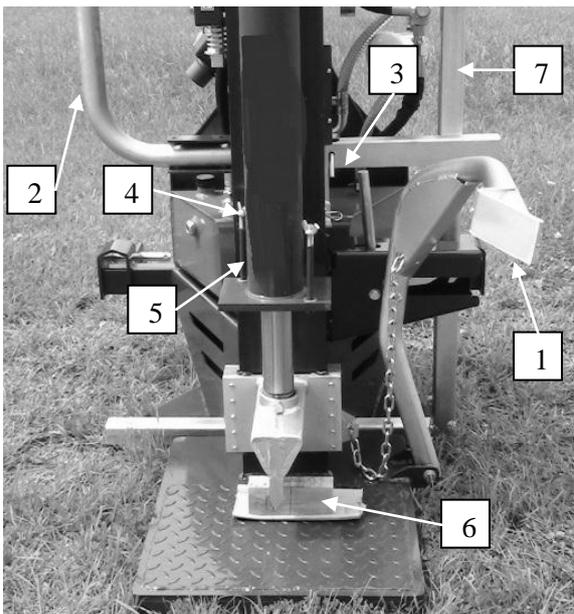
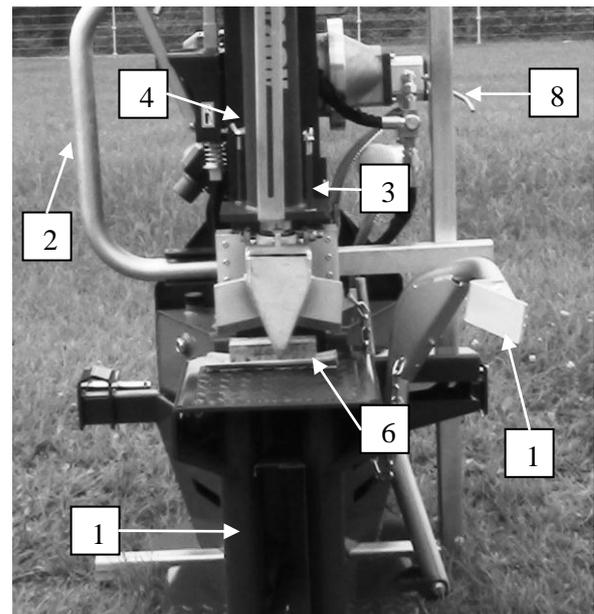

Bild 27
Bild 27a
- Den Hebebogen (1) aus der Arbeitsstellung in die Richtung der Führungssäule stellen so, dass er automatisch einrastet (Bild 27 und Bild 27a).
- Den Stift (3) des Spaltholzträgers (2) herausziehen, dann noch den Träger herausziehen und nach unten bzw. oben drehen. Wenn der Holzspalter eine Stütze hat (Elektromotor), den Träger in die Führung auf der Führungssäule schieben, den Stift (3) einsetzen und unter den Spaltkeil (beziehungsweise Spaltkreuz) ein Holzstück stellen.
- Den Schubzylinder herunterlassen so, dass sich der Spaltkeil an das Holzstück anlehnt (6).
- Die Flügelmuttern (4) der Schrauben (5) des Schubzylinders lösen.
- Auf die Schraube (5) die Unterlegscheibe setzen und die Flügelmuttern (4) festziehen.
- Stütze (Holzspalter mit Elektromotor): den Stift links und rechts herausziehen, die Stütze (7) herausziehen und diese mit dem längeren Ende nach oben drehen, die Stütze in die Führung für die Arbeitsplatte schieben und beide Stifte (8) einsetzen – *Benutzung nach Bedarf (wenn der Holzspalter nicht auf den Schlepper angebaut ist) und wenn für das Heben des Spaltgutes der Hebebogen verwendet wird.*